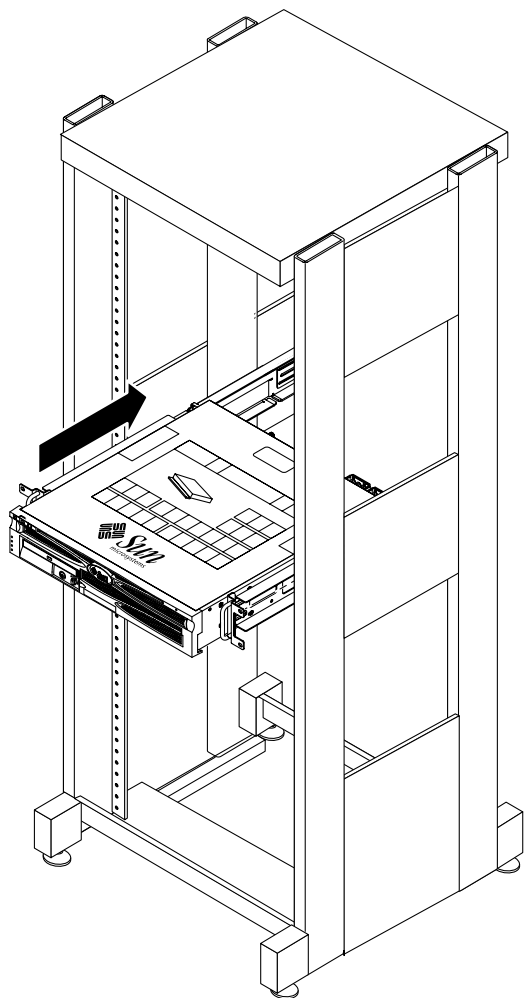

図 3-20 調節可能なレールへのサーバーの挿入
11. サーバーを持ち上げて、調節可能なレールにスライドさせて挿入します (図 3-20 を参照)。